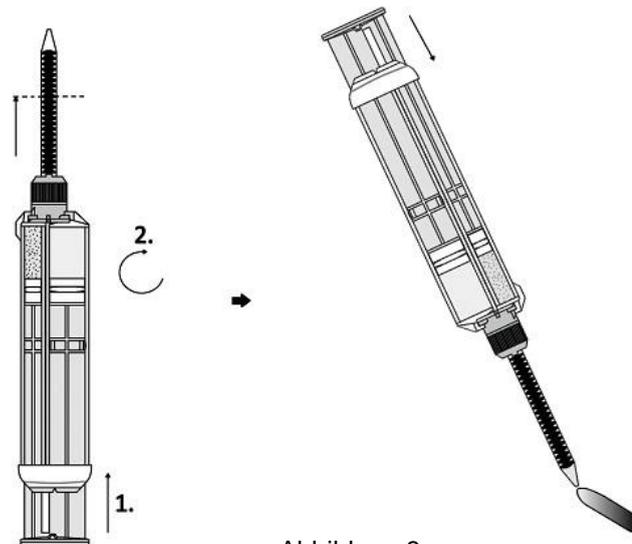

Abbildung 8
- Die Applikatorspitze füllen: den Kolben drücken, bis die Applikatorspitze mit Lösung gefüllt ist und ein etwa 3 cm langer Streifen NE'X Glue® auf eine sterile Einwegoberfläche (z.B. eine Komresse) herausgedrückt wird. Es wird empfohlen, mit dem Vorfüllen mit aufrecht gehaltener Spritze zu beginnen, bis die Applikatorspitze zur Hälfte mit Lösung gefüllt ist. Wenn die Lösung etwa die Hälfte der Spitze des Applikators füllt, die Spitze nach unten richten, während der Kolben weiter gedrückt wird, um einen Streifen NE'X Glue® herauszudrücken (Abb. 8).